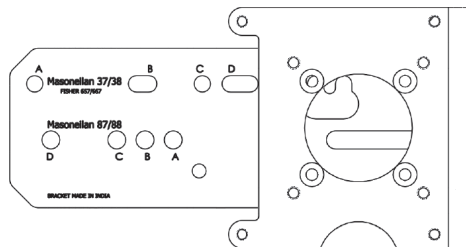

Рисунок 15 - Монтажный кронштейн клапана с возвратно-поступательным механизмом
- Установите монтажный кронштейн SVI II AP для возвратно-поступательного механизма на привод с помощью двух (2) винтов с головкой 5/16 - 18 UNC. Место установки кронштейна зависит от размера и хода привода. См. Рисунок 15 на стр. 30 и Рисунок 4 на стр. 14.
11. Отрегулируйте стяжку так, чтобы отверстие в рычаге SVI II AP совместилось с указательным отверстием в кронштейне. Затяните обе контргайки стяжки. См. Рисунок 15.